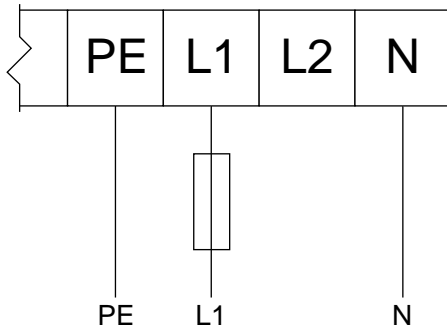

Figure 8 Entrada de 120 VCA monofásico/Salida de 240 VCA trifásico
- Conecte los cables de alimentación eléctrica a los terminales de alimentación de la caja del VFD. Vea la Tabla 1 Conexiones de alimentación principal en el VFD, page 22 y las Figs. 8–12, según corresponda para su sistema.